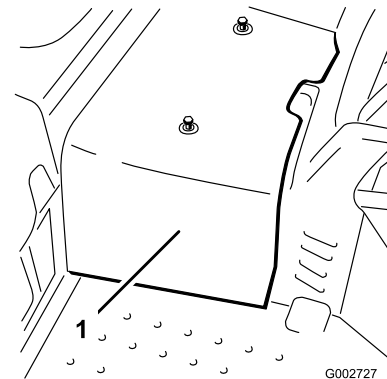

Figura 43
2. Desaperte os dois parafusos que fixam o resguardo central à máquina e retire o resguardo (Figura 43).